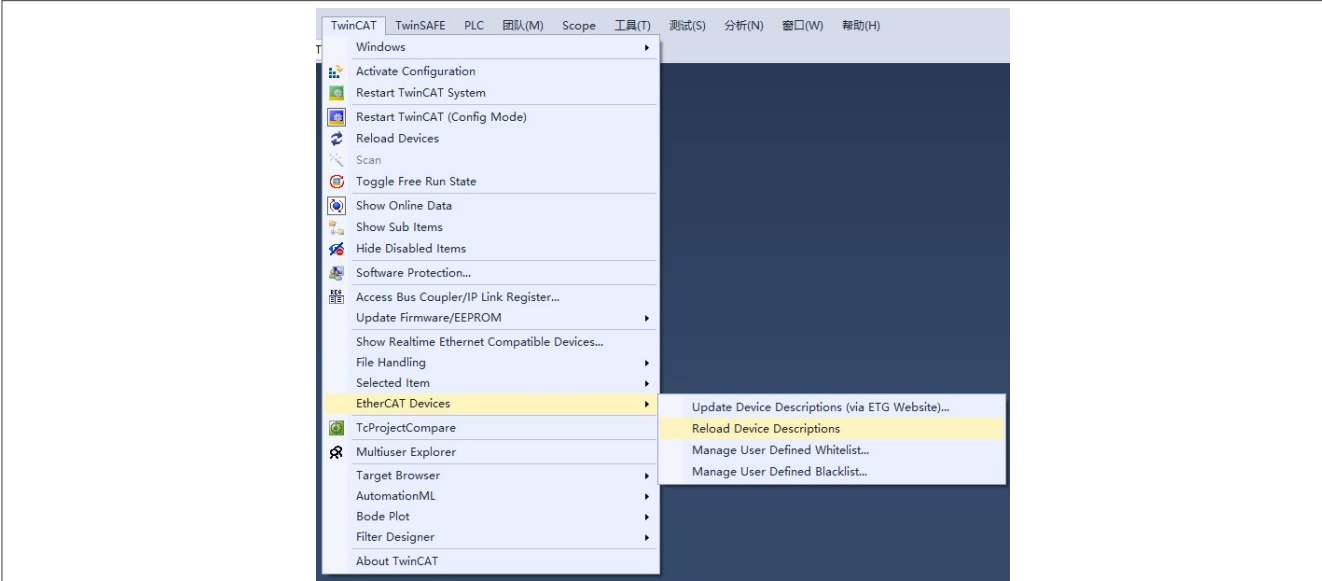

图28. 重新加载设备说明
6. 单击Reload Device Descriptions更新XML文件，如图28所示。